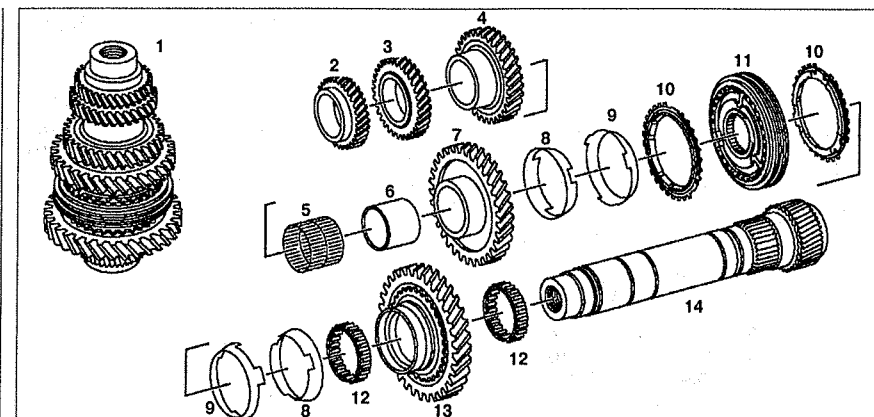

Рис. 6.37. Ведомый вал (автомобили с двигателем 611.980):
26. Выпрессуйте фиксированные шестерни 2 и 3 5-й и 4-й передач (см.рис.6.37).